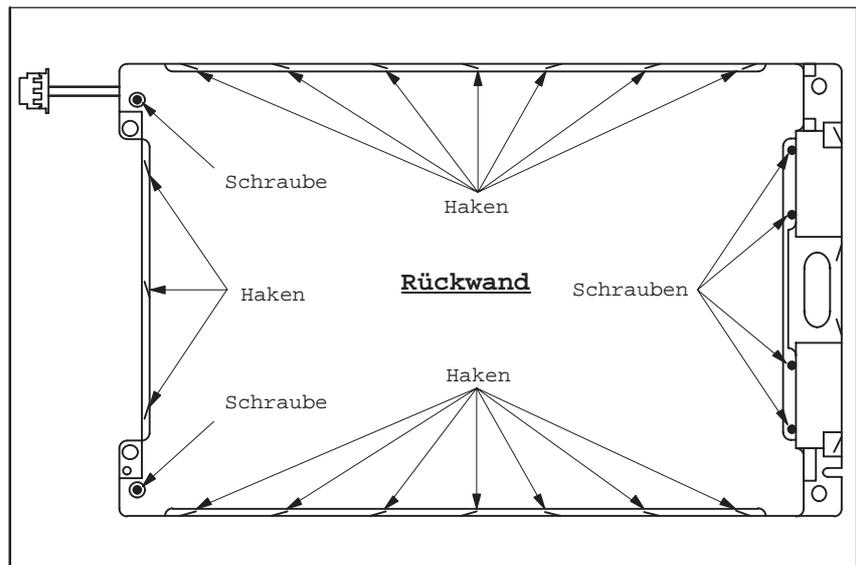

Bild 1-7 Entfernen der Schrauben und Blechhaken
- Drehen Sie die schrägstehenden 17 (3 links, 7 oben, 7 unten) Blechnasen (siehe Bild 1-7) gerade.
- Entfernen Sie die 6 Schrauben entsprechend Bild 1-7 (2 links, 4 rechts).